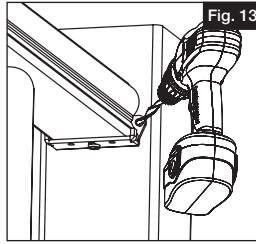

Fig. 13
- a. Centre el travesaño sobre el poste. a continuación, con la ayuda de una broca de $\frac{5}{32}$ ", taladre el primer agujero en ángulo a través del soporte de travesaño superior, la funda de poste de vinilo y hasta el poste de madera (o el espaciador de plástico del kit de instalación del poste) (Fig. 13).